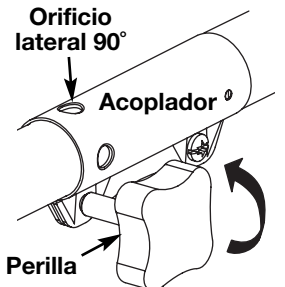
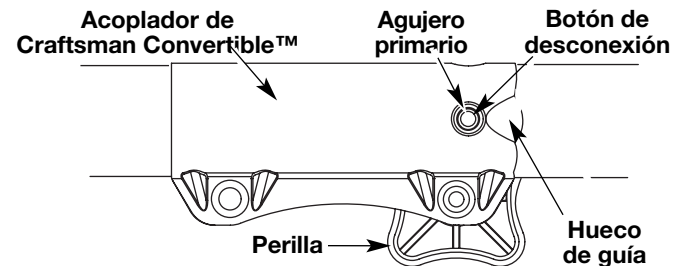

Fig. 11
Fig. 12
1. Gire la perilla en sentido antihorario para aflojar el acoplador (Fig. 11, p. 8).
2. Mientras sostiene con firmeza el accesorio, empújelo en línea recta dentro del acoplador hasta que el botón de liberar se trabe en el agujero primario (Fig. 12, p. 8).
NOTA: Alinear el botón de liberar con la muesca de guía (Fig. 12, p. 8) facilitará la instalación.
2. Gire la perilla en sentido antihorario para aflojarla (Fig. 11).
3. Oprima y sostenga el botón de desconexión (Fig. 12) y gírelo con firmeza 90° en cualquier dirección (según el modo en que quiere recortar el borde) (Fig. 11).
2. De vuelta a la perilla a la izquierda para aflojar el acoplador (Fig. 11).
3. Mientras que firmemente sostiene el accesorio, empújelo derecho en el acoplador hasta el botón liberador (Fig. 12) se encaja a presión hacia el agujero primario (Fig. 12). El agujero primario está en el lado opuesto del acoplador de la perilla (Fig. 12). La alineación del botón de desconexión con el hueco de guía facilitará la instalación (Fig. 12).
3. Oprima y sostenga el botón de desconexión (Fig. 12).